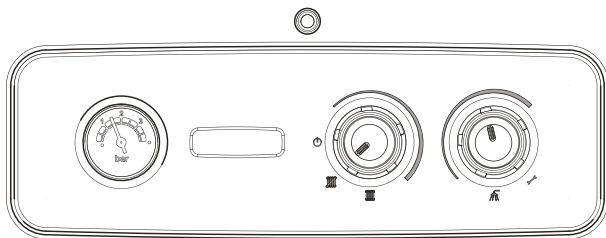

Рисунок 14
**Режим “лето”** (рисунок 14): повернув переключатель в положение “лето” включается стандартный режим, при котором нагревается только санитарная вода.
**Регулировка температуры санитарной воды (рисунок 14):**
Открутить винт штуцера замера выходного давления расположенного внизу газового клапана на приблизительно два оборота и подсоединить манометр. Отсоединить компенсационную трубу воздушной коробки. Перевести переключатель в режим «лето» (рисунок 14) и повернуть переключатель настройки температуры контура горячего водоснабжения на максимум. Включить котёл и проверить, что показания манометра являются стабильным или при помощи миллиамперметра, совместимого с модулятором, проверить, что модулятор поставляется с максимально допустимым током: